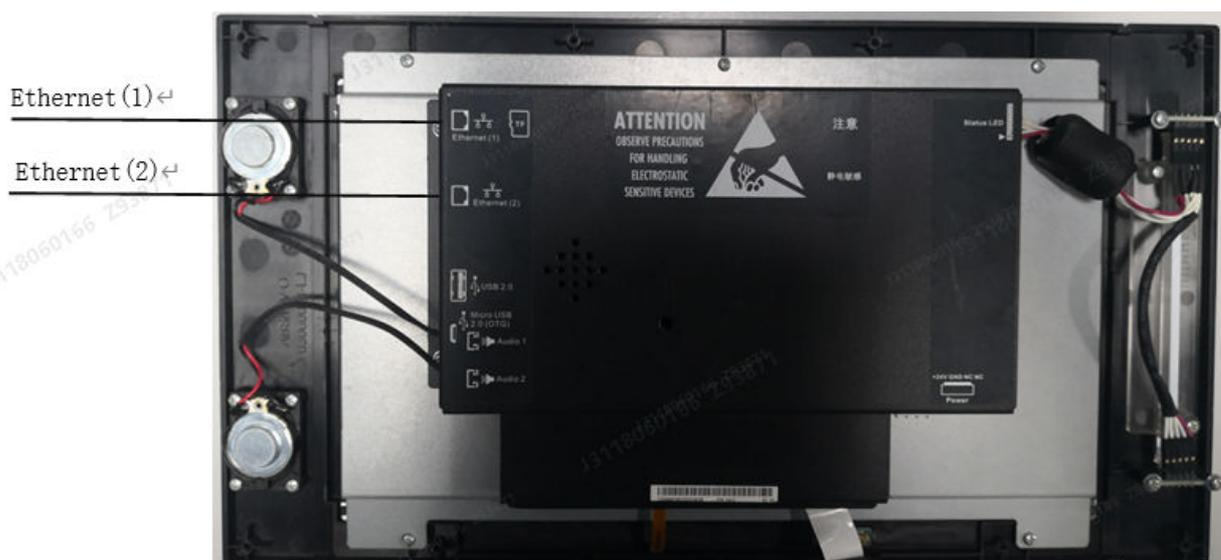

图4-9 PTM 监控接口示意图
- f) 将接入PTM监控屏的交换机网口与电脑网口通过网线连接起来，在浏览器中输入交换机的IP地址进入配置网页，检查环网是否形成。点击【生成树协议】按钮即可弹出【端口设置】按钮，点击【端口设置】按钮，即可出现右边界面如下。如果光口9及光口10的端口状态都为“Forwarding”，即环网成功。如图4-9所示。